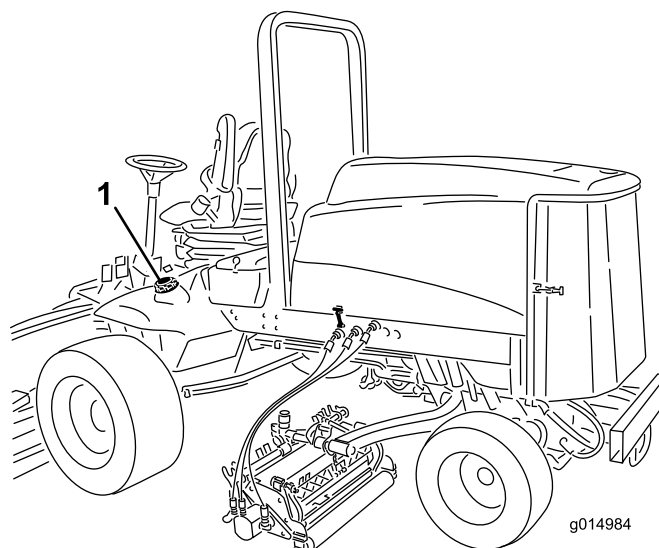

Figura 31
1. Retire el tapón del depósito de combustible (Figura 31).